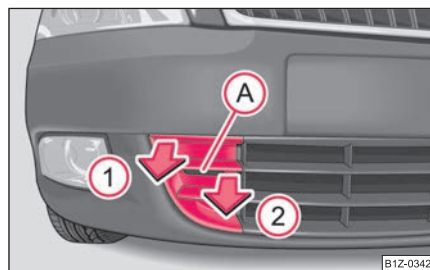
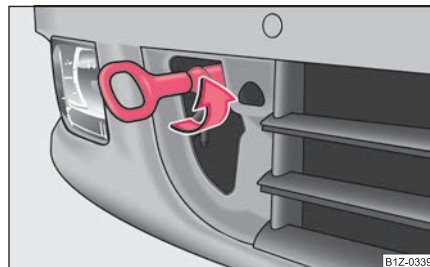

Fig. 231 Bara de protecție față: Grilajul protector
Fig. 232 Bara de protecție față: Montarea inelului de remorcă
- Introduceți degetul în orificiul **A** ⇒ fig. 231.
- Apoi eliberați capacul în sensul indicat de săgeata ② și pe partea cealaltă și scoateți-l.
- Însurubați inelul cu mâna înspre stânga ⇒ **fig. 232** și strângeți cu cheia de roată (introduceți cheia prin inel).